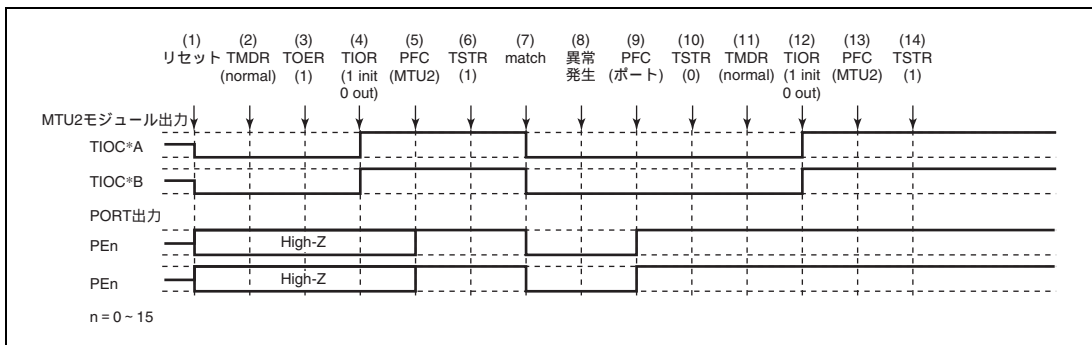

図 11.115 ノーマルモードで異常が発生し、ノーマルモードで復帰する場合
ノーマルモードで異常が発生し、再設定後ノーマルモードで再スタートする場合の説明図を図 11.115 に示します。
(1) ~ (10) は図 11.115 と共通です。
(11) PWM モード 1 を設定します。
(12) TIOR で端子を初期化してください (PWM モード 1 では TIOC*B 側は初期化されません。初期化したい場合はノーマルモードで初期化した後、PWM モード 1 に遷移してください)。
(13) 汎用入出力ポートで本モジュール出力としてください。
(14) TSTR で再スタートします。
(11) PWM モード 2 を設定します。
(12) TIOR で端子を初期化してください (PWM モード 2 では周期レジスタの端子は初期化されません。初期化したい場合にはノーマルモードで初期化した後 PWM モード 2 に遷移してください)。
- (1) ~ (10) は図 11.115 と共通です。
- (11) 位相計数モードを設定します。
- (12) TIOR で端子を初期化してください。
- (13) 汎用入出力ポートで本モジュール出力としてください。
- (14) TSTR で再スタートします。
(11) TIOR でノーマルモードの波形生成部を初期化してください。
(12) TIOR でノーマルモードの波形生成部の動作を禁止してください。
(13) TOER でチャンネル 3、4 の出力を禁止してください。
(14) TOCR で相補 PWM の出力レベルと周期出力の許可禁止を選択してください。
(15) 相補 PWM を設定します。
(16) TOER でチャンネル 3、4 の出力を許可してください。
(17) 汎用入出力ポートで本モジュール出力としてください。
(18) TSTR で再スタートします。
- (1) ~ (13) は図 11.115 と共通です。
- (14) TOCR でリセット同期 PWM の出力レベルと周期出力の許可禁止を選択してください。
- (15) リセット同期 PWM を設定します。
- (16) TOER でチャンネル 3、4 の出力を許可してください。
- (17) 汎用入力ポートで本モジュール出力としてください。
- (18) TSTR で再スタートします。